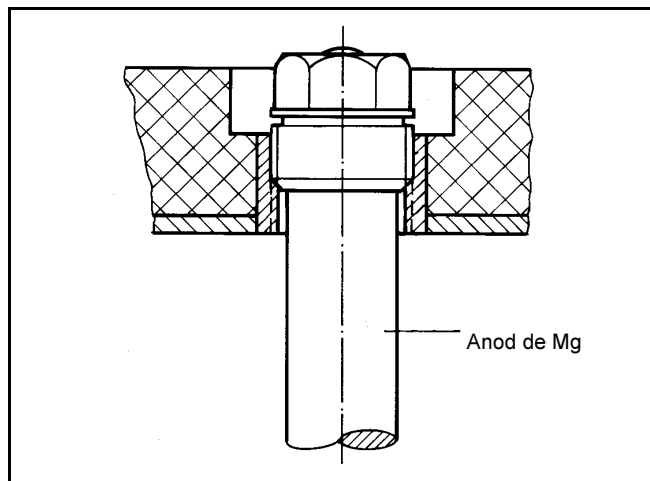

Fig. 12 SU 160 / 200
- Se reface etanșarea anodului de magneziu (Fig. 12 și 13).